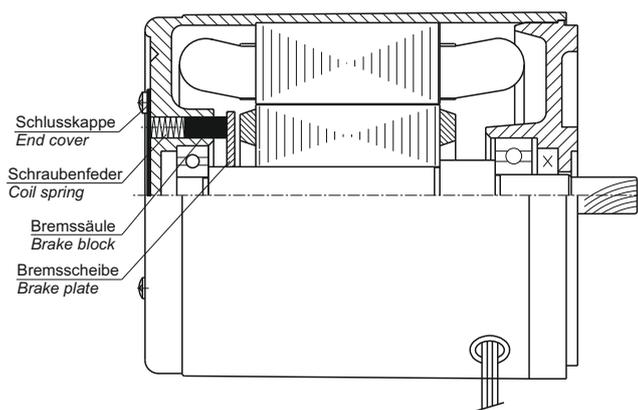

Bild 1 / Fig.1
- Der umkehrbare Motor ist mit einer einfachen Bremse an der Rückseite des Motors ausgestattet, der ist geeignet für häufige Vorwärts- und Rückwärtsdrehungen in kurzer Zeit. Der Aufbau der Einfachbremse ist in Bild 1 dargestellt. Der Bremshebel mit Federdruck wirkt auf die rotierende Bremsscheibe und hält den Dauerdruck aufrecht. Die einfache Bremse des reversierbaren Motors wirkt wie folgt:**
Reversible motor has a friction brake at the back of the motor body, which is designed for applications where reversal of direction is frequently required. For the friction brake, pls check Fig.1. The damp with spring impacts the rotating brake disk and supplies with continuous press. The functions of the friction brake are as following: